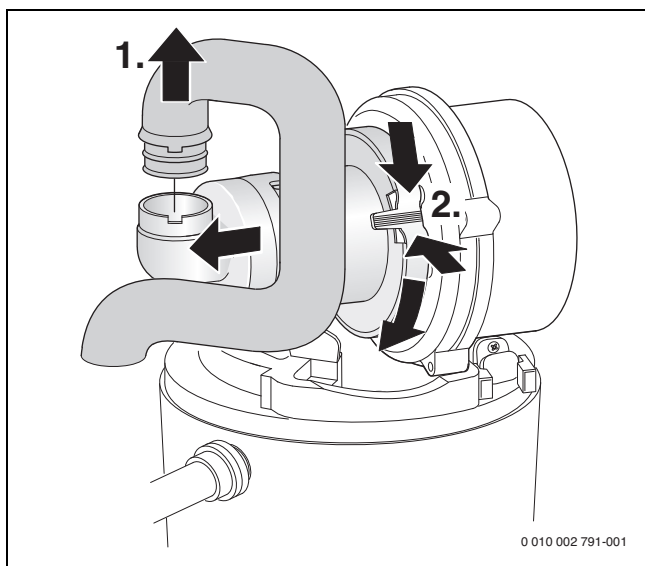

Fig. 55 Smontaggio del tubo di aspirazione e del miscelatore
- Smontare il dispositivo di miscelazione (→ fig. 55).